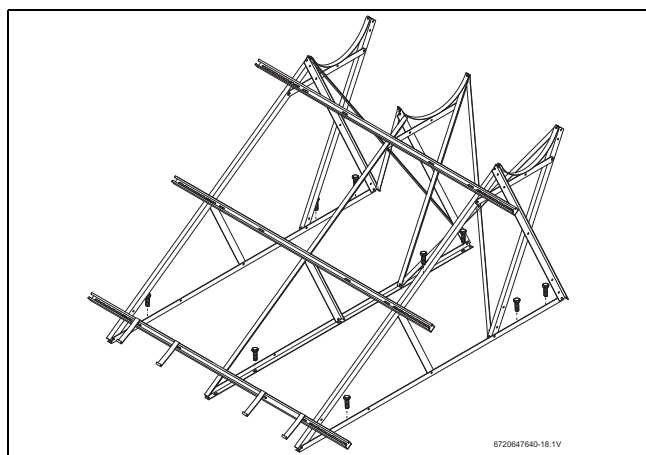

Fig. 27 Soporte para tejado plano - anclaje directo en el tejado (sistema de 300 l)
Los perfiles de soporte inferiores deben fijarse al suelo con tres tornillos (diámetro menor 10 mm) por cada perfil de soporte (Fig. 27).
- Fijar los perfiles mediante el anclaje directo en el tejado (Fig. 27).